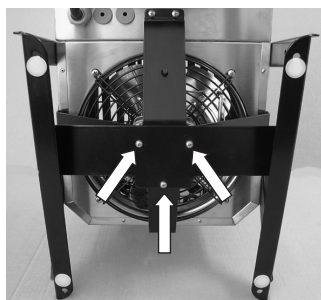

Fig 4
3. Enlever du moteur les vis et la rondelle qui les accompagne, voir figure 4.